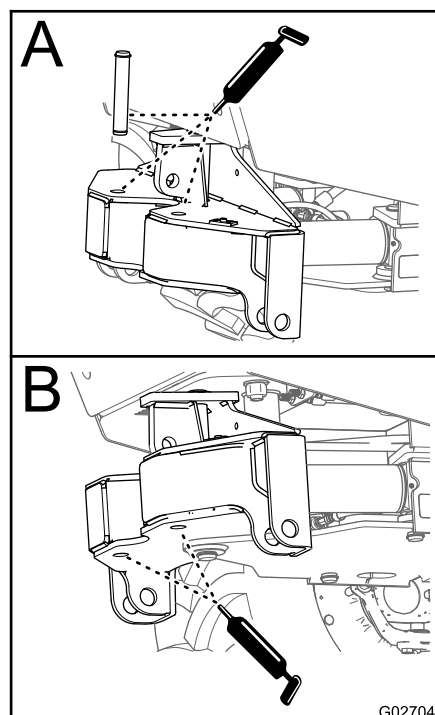

Figura 28
2. Aplique una capa de grasa del tipo especificado a los pasadores (1-1/4 x 7-5/8 pulgadas) y al interior de los taladros de las chapas superior e inferior del bastidor de giro (Figura 28).
3. Alinee los taladros de montaje del bastidor de giro con los taladros del acoplamiento de la varilla del cilindro (Figura 28).